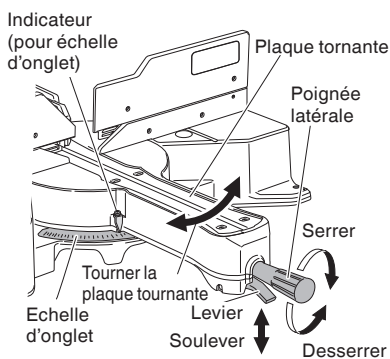
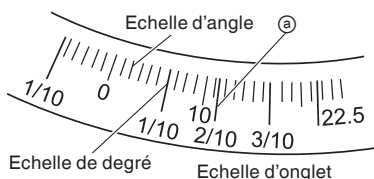

Fig. 31
Fig. 32
- (1) Desserrer la poignée latérale et tirer vers le haut le levier des butées d'angle. Cela fait, régler la plaque tournante jusqu'à ce que l'indicateur soit aligné avec le réglage désiré sur l'échelle de coupe d'onglet (Fig. 31).
- (2) Resserrer la poignée latérale pour fixer la plaque tournante à la position voulue.
- (3) L'échelle d'onglet (Fig. 32) indique à la fois l'angle de coupe de l'échelle d'angle et le degré de l'échelle de degré.
- (4) Le degré, qui est le rapport de la hauteur sur le socle de la section triangulaire à retirer, pourra être utilisé pour régler l'échelle d'onglet à la place de l'angle de coupe, au besoin (voir Fig. 32).
- (5) En conséquence, pour couper une pièce à un angle de 2/10, régler l'indicateur sur la position ②, comme indiqué à la Fig. 32.